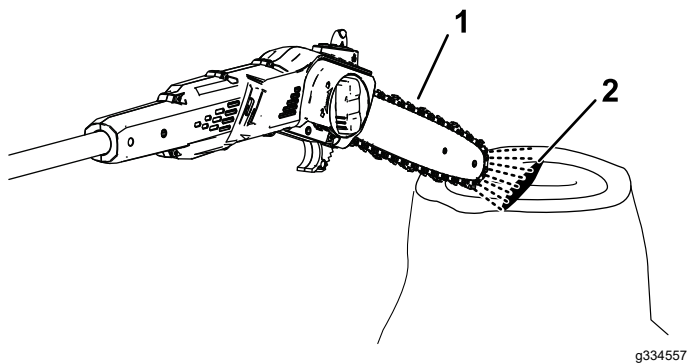

Figure 16
2. Pour vérifier que l'huile arrive jusqu'à la chaîne, pointez le nez de l'élagueuse à quelques centimètre/pouces au-dessus d'une surface (papier, carton, souche, etc.) et démarrez l'élagueuse; un peu d'huile devrait être pulvérisé sur la surface (Figure 16).